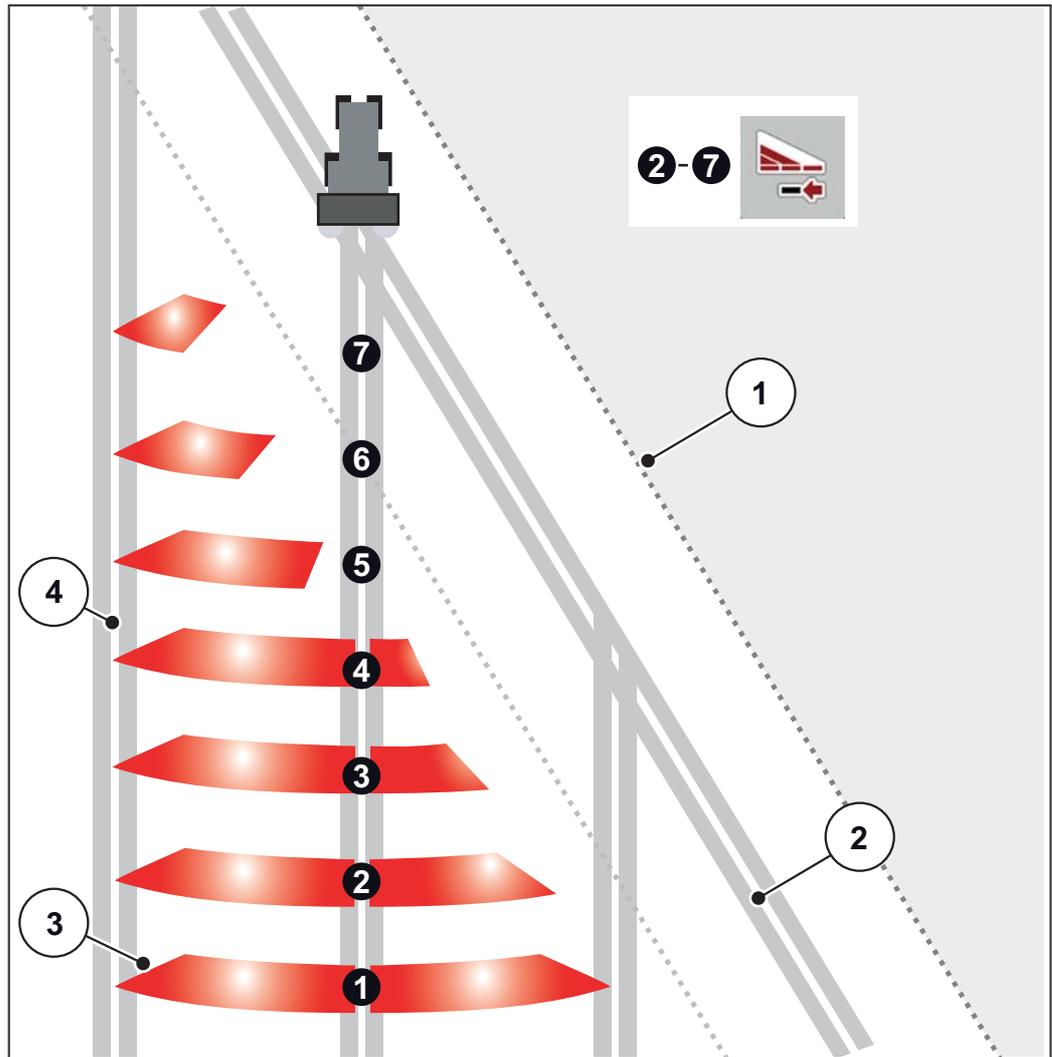

Bild 5.2: Automatische Teilbreitenschaltung
- Die Teilbreitenschaltung ist von Außen nach Innen oder von Innen nach Außen möglich. Siehe Bild 5.2.